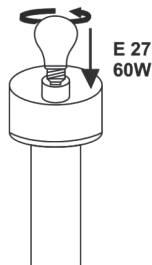

Bild 4
6. Skruva i ljuskällan (Max. 60 W, E27) (se bild 4).